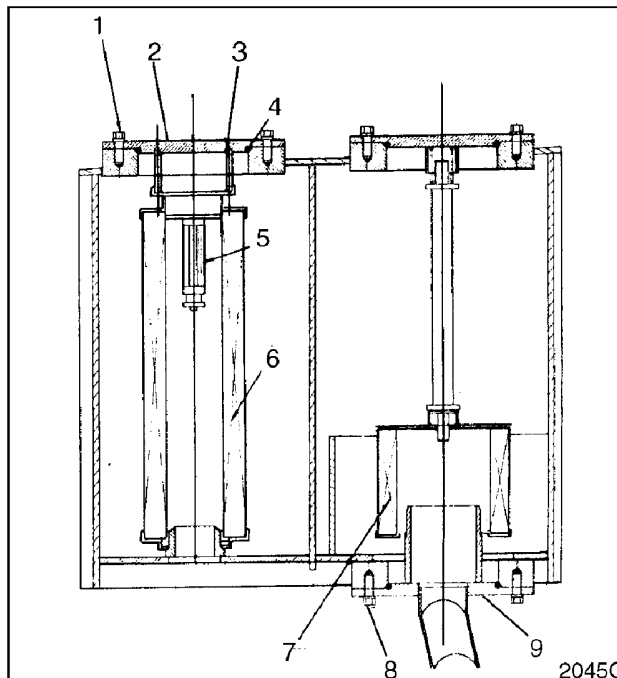

Рис. 85
5. Снять и очистить впускной сетчатый фильтр насоса (рис. 85) в гидробаке.
- A. Снять болты (8, рис. 85), удерживающие крышку сетчатого фильтра (9).
- B. Снять крышку сетчатого фильтра (9, рис. 85) и сетчатый фильтр (7) с гидробака.
- C. Снять сетчатый фильтр (7, рис. 85) с крышки сетчатого фильтра.
- D. Очистить сетчатый фильтр (7, рис. 85), используя негорючий, нетоксичный растворитель.
- E. Установить сетчатый фильтр (7, рис. 85) на крышку сетчатого фильтра (9).
- F. Вставить сетчатый фильтр (7, рис. 85) и крышку (9) в бак.
- G. Установить и затянуть болты (8, рис. 85), удерживающие крышку (9).